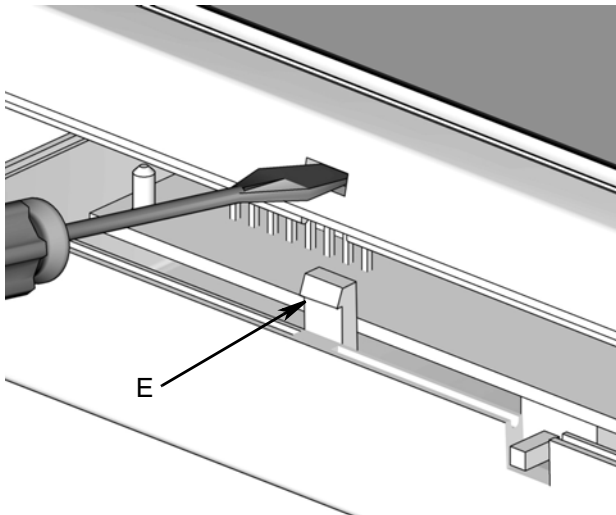

FIG. 11
1. Retirez le couvercle supérieur de la boîte de l'émetteur-récepteur à l'aide d'un tournevis plat pour enfoncer l'agrafe (E) de chaque côté du couvercle, comme indiqué à la FIG. 11.